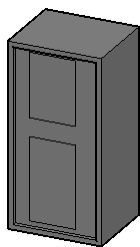

图 14-58 已有实体
① 打开“压印即学即练.dwg”文件, 该文件中存在着图 14-58 所示的实体模型和位于某实体面上的曲线。
② 在“三维建模”工作空间功能区的“常用”选项卡中, 从“实体编辑”面板的“边编辑”下拉菜单中单击“压印”按钮 , 根据命令行提示进行以下操作。